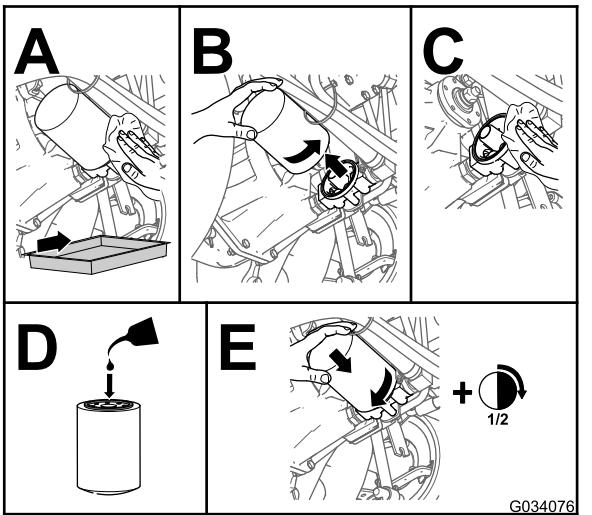

Figura 81
4. Substitua o filtro hidráulico (Figura 81).